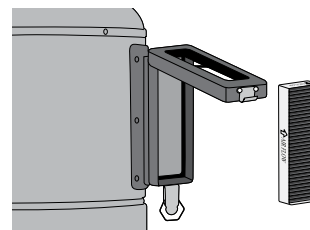

рис. 3
2. Снять отработанный фильтр (рис.3);